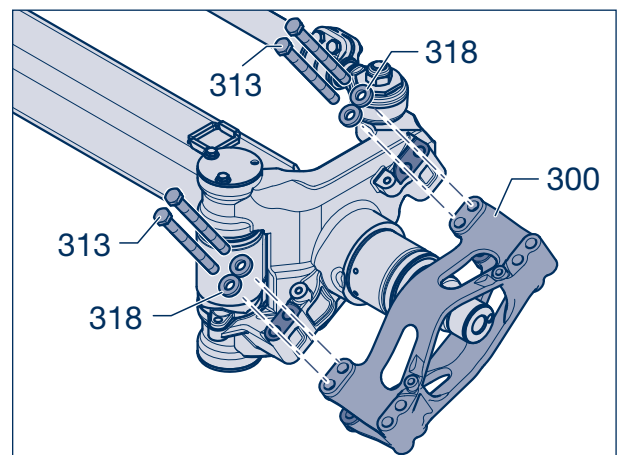

Bild 2
Bei Ausführung mit B-Nabe muss zwischen der Scheibenbremse und dem Lenkschenkel ein Halter (300) montiert werden (Bild 2).
- [1] Anlageflächen Bremsträger / Halter / Bremssattelträger reinigen (Bild 2). Diese müssen sauber, farb- und fettfrei gehalten werden.
- [2] Halter (300) mit neuen Zylinderschrauben (313, SW 24) und Scheiben (318) lagerichtig am Bremsträger verschrauben und alle Schrauben mit **320 Nm** (300 - 350 Nm) festziehen (Bild 2).
- [3] Bremssattelträger am Halter (300) mit neuen Schrauben (315, SW 24) und Scheiben (318) montieren.